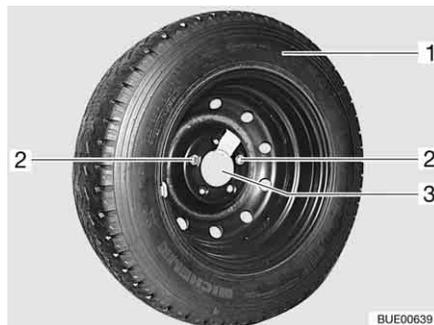

Fig. 278 Soporte para rueda de repuesto en el garaje trasero
- Aflojar los dos tornillos de fijación (Fig. 278,2) con las herramientas de a bordo y extraerlos.
- Retirar la rueda de repuesto (Fig. 278,1) del soporte (Fig. 278,3).